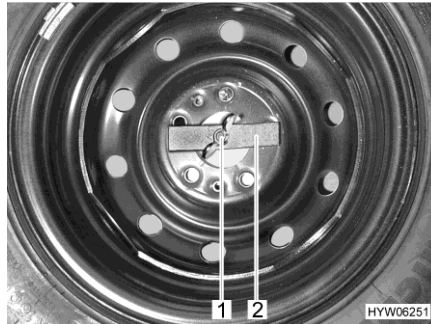

Fig. 244 Rueda de repuesto en el espacio de almacenamiento trasero
- Aflojar con la mano la tuerca de mariposa (Fig. 244,1) y retirarla.
- Retirar la pieza de presión (Fig. 244,2).